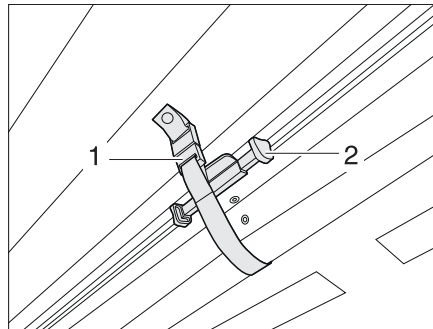

Fig. 65 Dispositif occultant plissé pour le pare-brise
- Desserrer la fermeture de la boucle de sécurité (Fig. 65,1) sur le dispositif occultant plissé.
- A la poignée du dispositif occultant plissé, presser le verrouillage (Fig. 65,2) et le tirer à la hauteur désirée.
- Repousser prudemment les dispositifs occultants plissés vers le haut par la poignée, jusqu'à ce que le verrouillage (Fig. 65,2) s'enclenche
- Fixer le dispositif occultant plissé avec la boucle de sécurité (Fig. 65,1).
- Saisir les dispositifs occultants plissés des deux côtés du pare-brise par les poignées (Fig. 65,2) et les tirer prudemment vers le milieu du pare-brise, jusqu'à ce que la fermeture magnétique maintienne le dispositif occultant fermé.